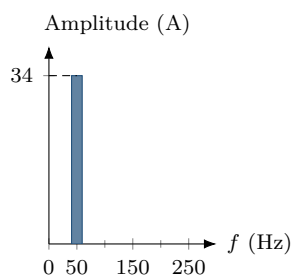

Figure 2
2. Pour le spectre représenté sur la **figure 2** :